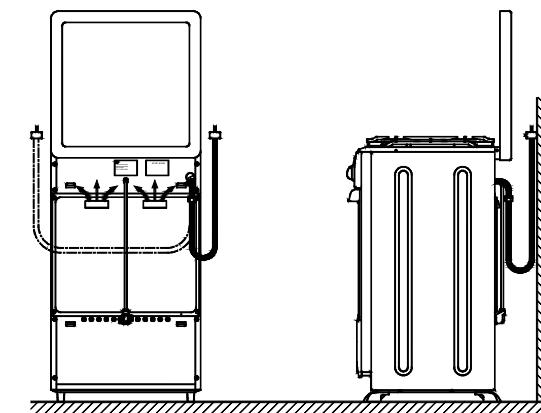

Рисунок 10 – Примеры подключения шланга
- шланг и шнур питания для моделей с электророзжигом не должен проходить в зоне горячего воздуха дымохода и касаться задней стенки плиты (см. рисунок 10);